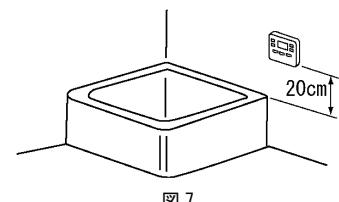

図7
- 入浴の際、お湯がかかったりすることのない位置に取り付けてください。浴そうから20cmぐらい上の位置が適当です。(図7)